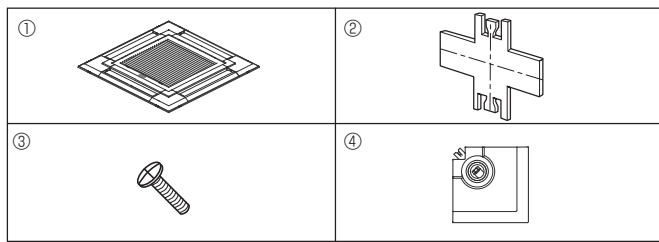

Fig. 6-1
6.1. Comprobación de los contenidos (Fig. 6-1)